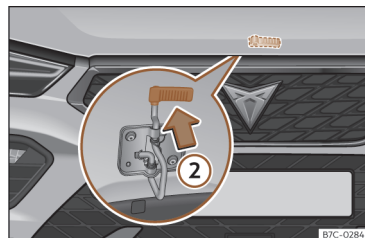

Fig. 192 Palanca bajo el capó.
- Para levantar el capó haga presión hacia arriba sobre la leva situada debajo del capó >>> **fig. 192** ②. El gancho de sujeción queda desbloqueado.